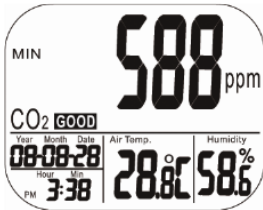

图 4: 最小值数据
- 在『MIN/MAX』模式下，CO2的最小值和最大值以大号字体显示在屏幕上方，空气温度和湿度数值以小号字体显示在屏幕下方(见图 4)。